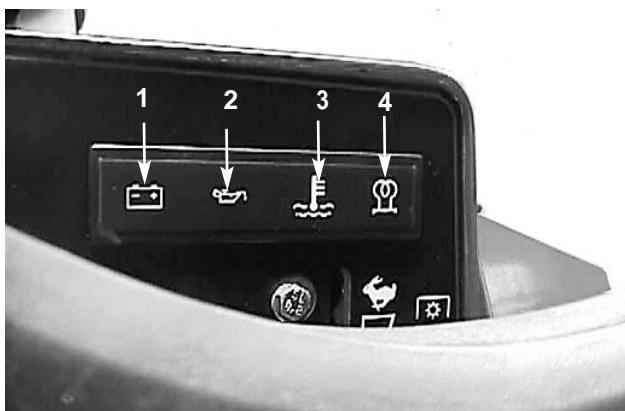

Bild 12
**Batteriezustandslampe** (Bild 12)—Diese Lampe leuchtet bei defektem Ladesystem auf.
**Öldrucklampe** (Bild 12)—Ein Aufleuchten dieser Lampe weist auf einen niedrigen Motoröldruck hin. Nachdem der Motor angesprungen ist, muß diese Lampe ausgehen. Bei laufendem Motor schaltet sich diese Lampe dann ein, wenn der Öldruck unter einen sicheren Betriebswert fällt. Wenn sich die Lampe bei laufendem Motor einschaltet, **stellen Sie sofort den Motor ab und beheben die Ursache für den Öldruckabfall.**
**Kühlmittellampe** (Bild 12)—Die Kühlmittellampe leuchtet auf, wenn die Kühlanlage zu heiß wird.
**Glühkerzenlampe** (Bild 12)—Die Glühkerzenlampe schaltet sich ein, wenn das Zündschloß auf LAUF gestellt wird, muß sich jedoch ausschalten, wenn der Motor läuft.